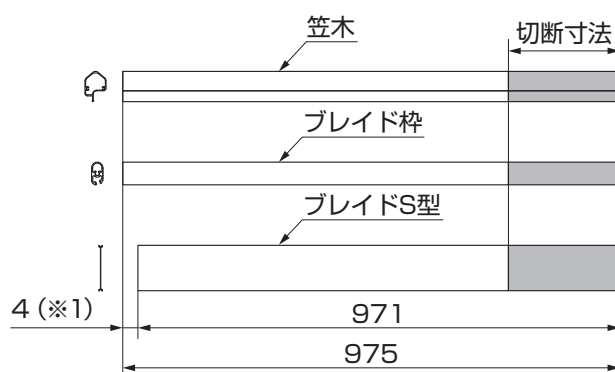
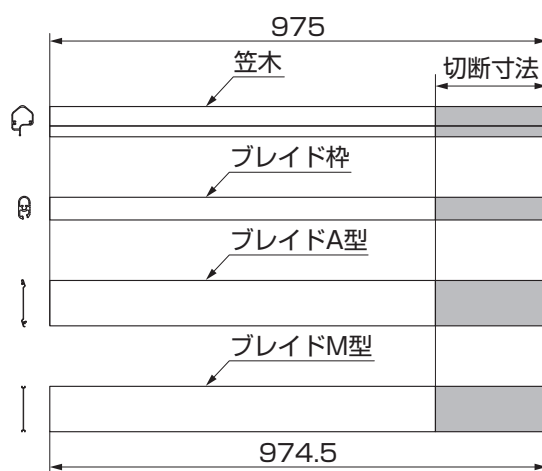

図6-3 S型の場合
図6-4 A型・M型の場合
- ② 笠木・ブレード枠・ブレードをノコギリを使い切断してください。(図6-3、図6-4参照)